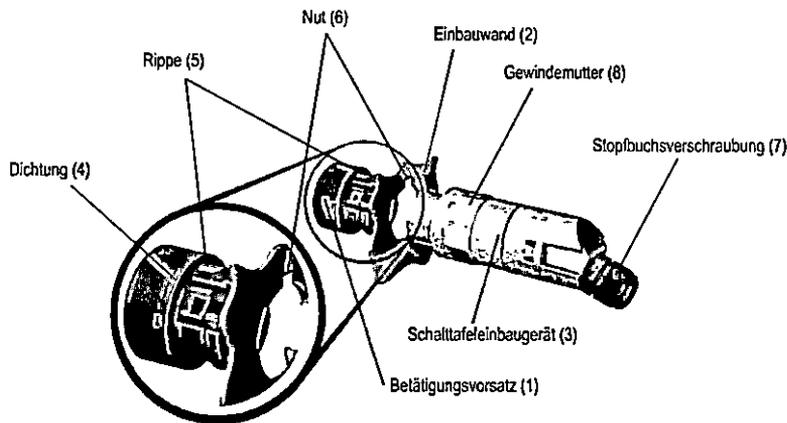

Abbildung 7-1: Einlochmontage
- ^{a)} Die Rippe (5) muss in der Nut (6) der Einbauwand (2) sitzen.
- ^{b)} Das Schalttafeleinbaugerät (3) muss so aufgesteckt werden, dass die Stopfbuchsverschraubung (7) um 180° zur Nut (6) gedreht ist (siehe Bild 7-1: Nut oben, Stopfbuchsverschraubung nach unten).